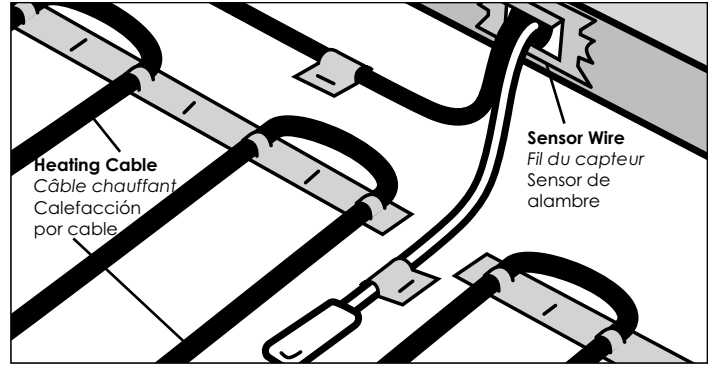

Figure 2
- Tirer sur le fil du capteur pour le faire entrer dans le boîtier et le fixer au plancher (voir la figure 2). Le fil ne doit pas croiser ni passer par-dessus un autre fil ou câble sur le plancher ET doit être enchâssé dans le mortier à base de ciment de la même façon que les câbles chauffants.